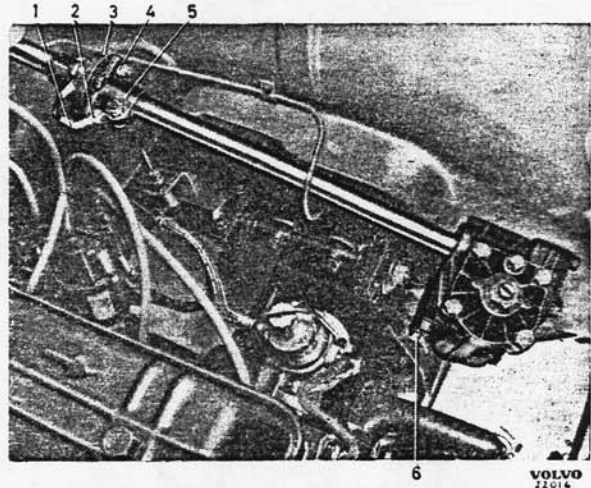

Bild 6-19. Lenkung
3. Die zwei Muttern (2 u. 4, Bild 6-19) abschrauben und Schrauben entfernen.
5. Befestigungsschrauben (6. Bild 6-19) lösen und entfernen.
1. Lenkung äusserlich abwaschen und Flansch (5, Bild 6-19) von der Lenkspindel abschrauben.
1. Lenkung ins Fahrzeug einbauen (Vorsicht, wenn der Kupplungsflansch die Bremsleitung passiert). Befestigungsschrauben (6, Bild 6-19) anschrauben.
2. Flansch (5) mit der Kupplungsscheibe (3) zusammenschrauben. Massekabel (1) nicht vergessen.
3. Einbaustellung der Lenkung so ausrichten, dass die geringst mögliche Spannung an der Kupplungsscheibe ist, d.h., dass der obere und untere Teil der Lenkspindel eine gerade Linie bilden. Befestigungsmuttern (6) anziehen.